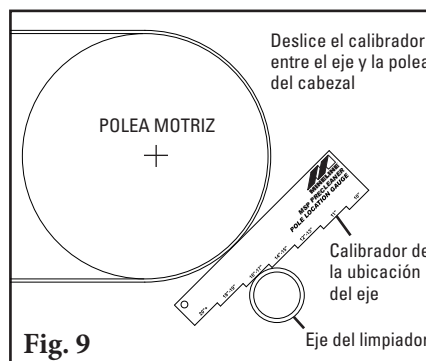
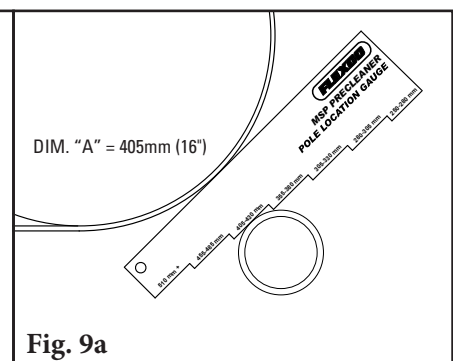

Fig. 9
Fig. 9a
- Confirme la ubicación correcta del eje.** Después de instalar el limpiador, deslice el Indicador de ubicación del eje (que se incluye en el paquete de instrucciones) entre el eje del limpiador y la polea, hasta que se detenga en una grada (Fig. 9). Lea el área plana en donde se apoya el eje (Fig. 9a). Este diámetro debe ser igual a la medida A que se utilizó en el Paso 1.